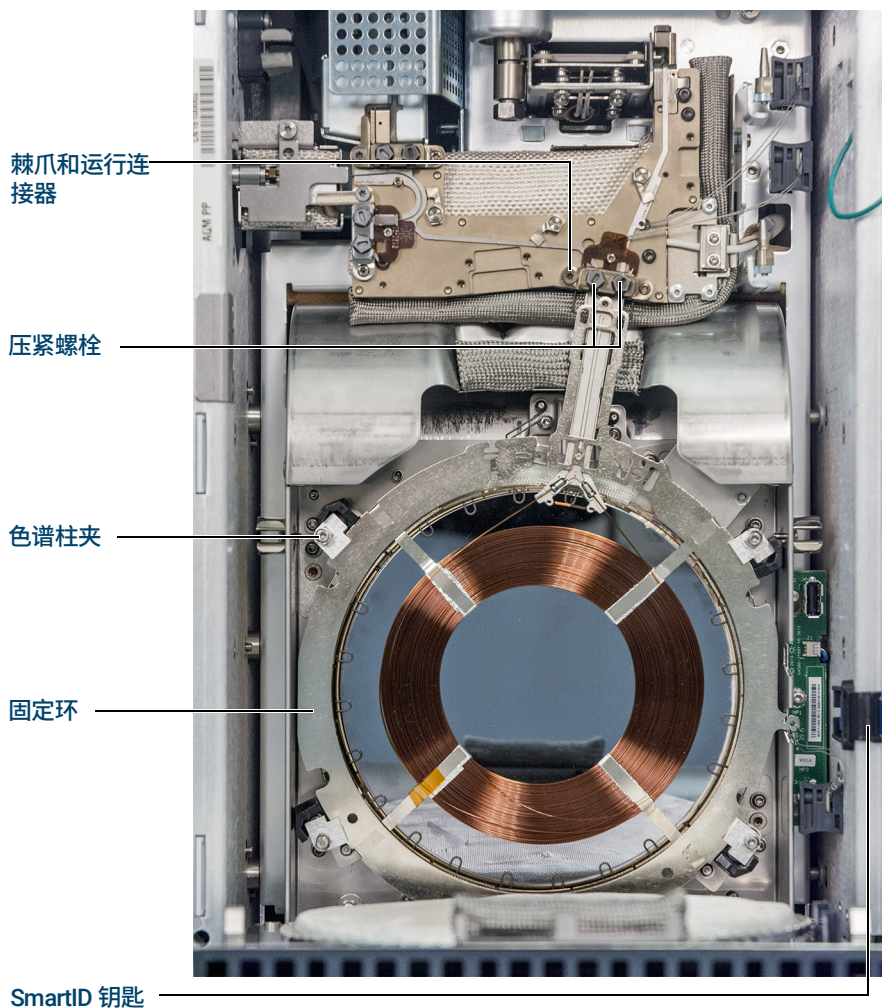

图 12. 9000 GC 色谱柱和相关部件
- 7 使用 Intuvo 扭矩扳手旋转所有四个色谱柱夹，将其从色谱柱的固定环上取下。（请参阅图 12。）